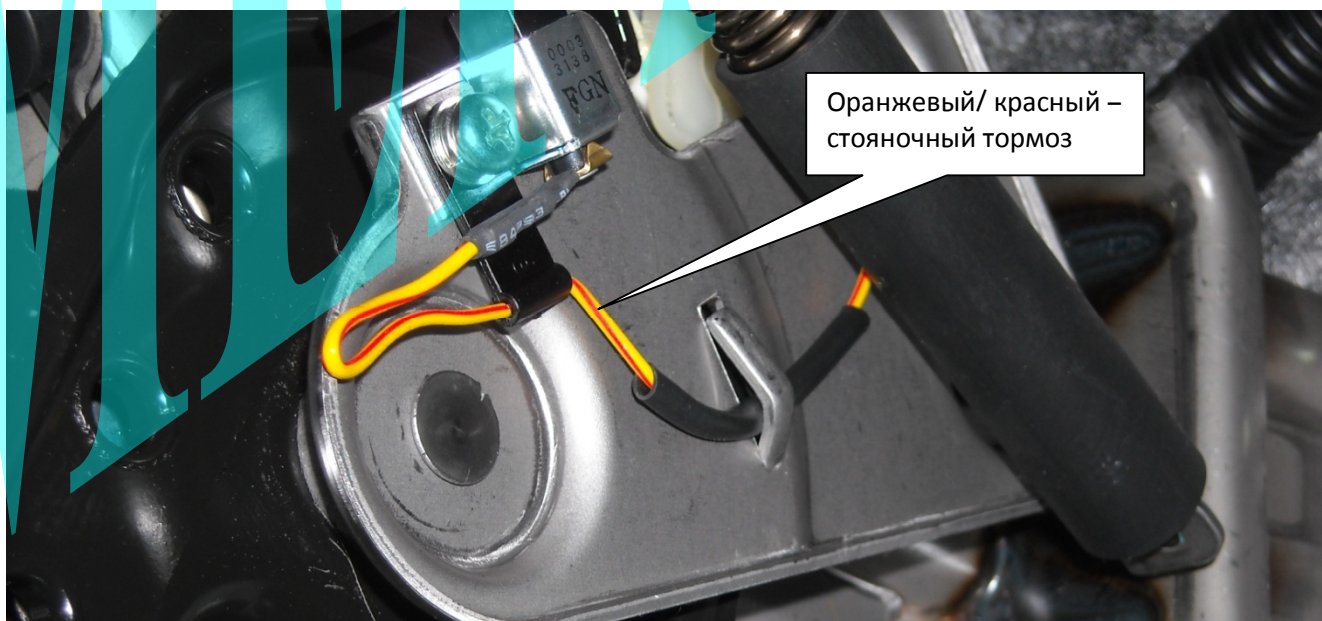

Рис. 9. Подключение стояночного тормоза.
*Для автомобилей с МКПП:* датчик стояночного тормоза – голубой/черный провод Scher-Khan Logicar 4 разъёма CN5 подключить к оранжевому/красному проводу датчика стояночного тормоза (см. рис. 9).